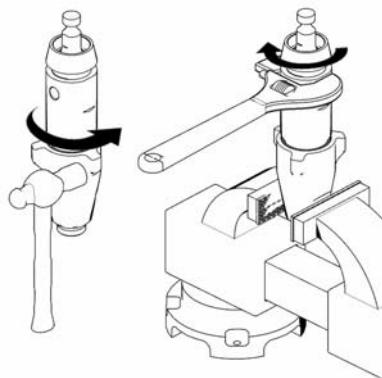

Рис. 17
15. (Рис. 17) Установите впускной клапан в цилиндр. Затяните со следующим усилием: 200 +/- 5 фут на фунт (271 +/- 7 Н•м) — на моделях 288467/288468, 288819, 110+/- 5 фут на фунт (149 +/- 7 Н•м) — на модели 288466.